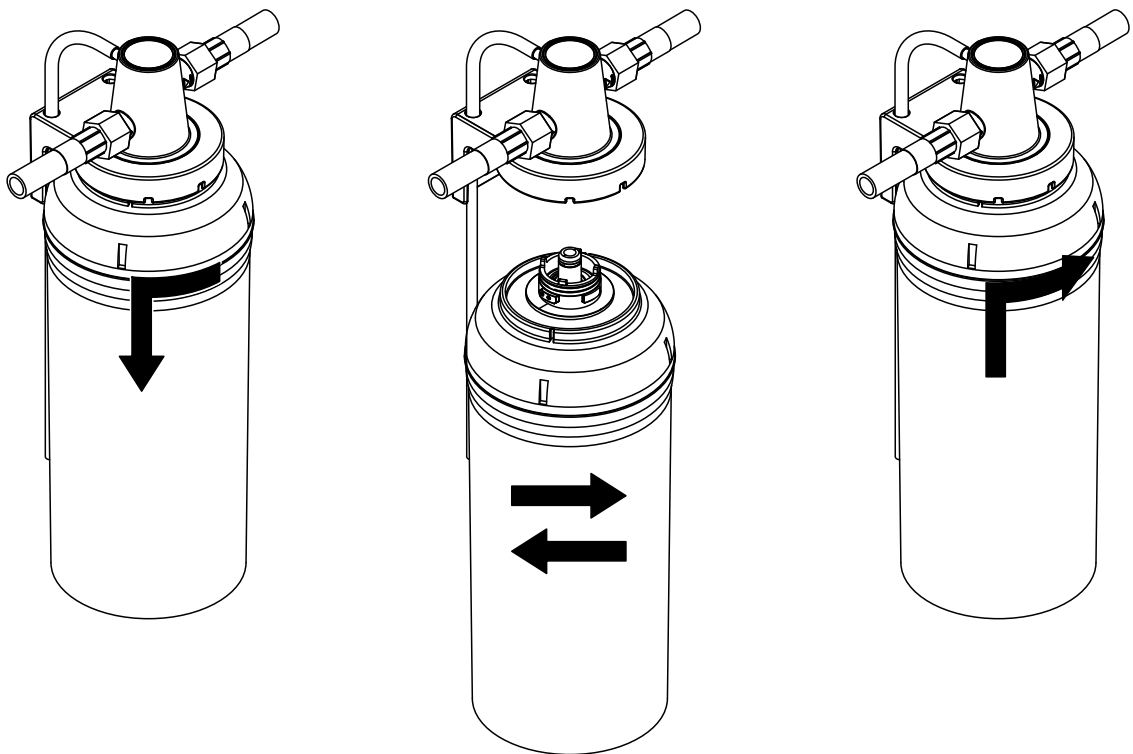

Abb. 18: Verbrauchte Filterkartusche ausbauen
4. Die Filterkartusche mit beiden Händen am Umfang gut festhalten, damit diese beim Ausbau nicht herunterfällt. Anschliessend die Filterkartusche vorsichtig wie in Abb. 18 links gezeigt, bis zum Anschlag in Pfeilrichtung drehen (ca. 45 °) und die Filterkartusche entfernen.
7. Die Filterkartusche gleichzeitig nach oben drücken und drehen bis die Filterkartusche im Bajonettverschluss des Filterkopfs eingreift. Anschliessend die Filterkartusche wie in Abb. 18 rechts gezeigt mit leichtem Druck nach oben bis zum Anschlag in Pfeilrichtung in den Filterkopf eindrehen (ca. 45°).